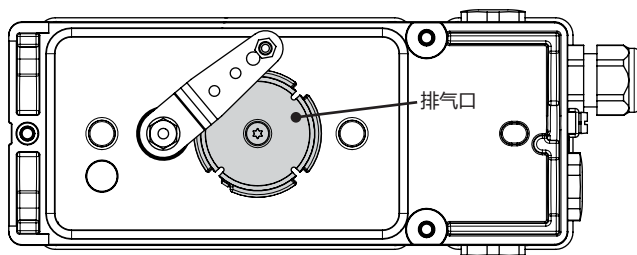

图5-2: 排气口 (定位器背部)
- 现场安装设备时，请勿密封或限制排气口（请参见图5-2）。